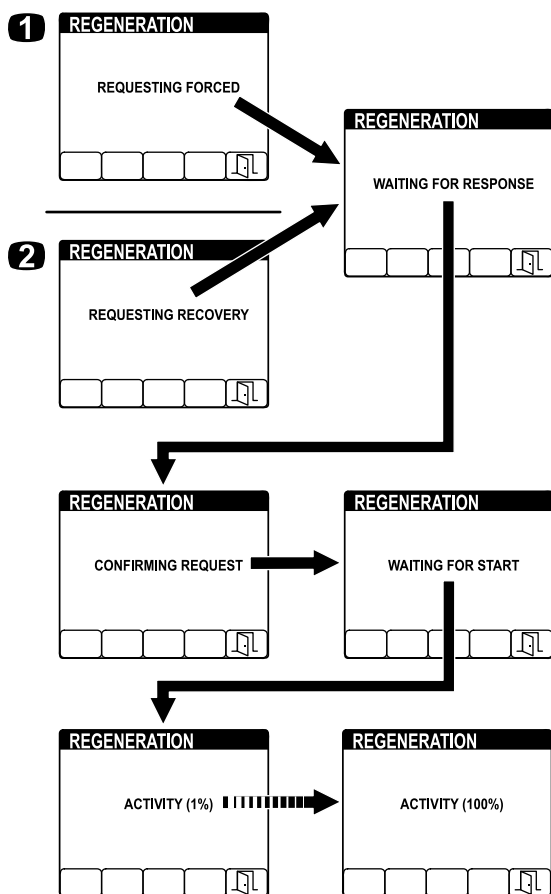

Figura 52
4. O InfoCenter mostra uma série de ecrãs (Figura 52) à medida que decorre a regeneração: